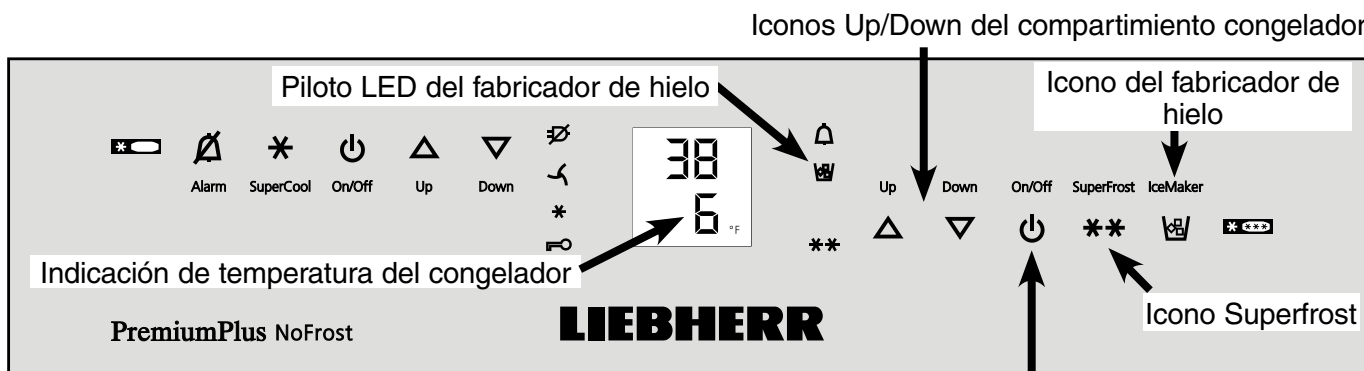

Figura 23 Icono On/Off del compartimento congelador.
- Encienda el fabricante de hielo pulsando el icono de fabricante de hielo (**Figura 23**).
- Pulse el icono IceMaker para que se encienda el **piloto LED del fabricante de hielo (Figura 23)**.